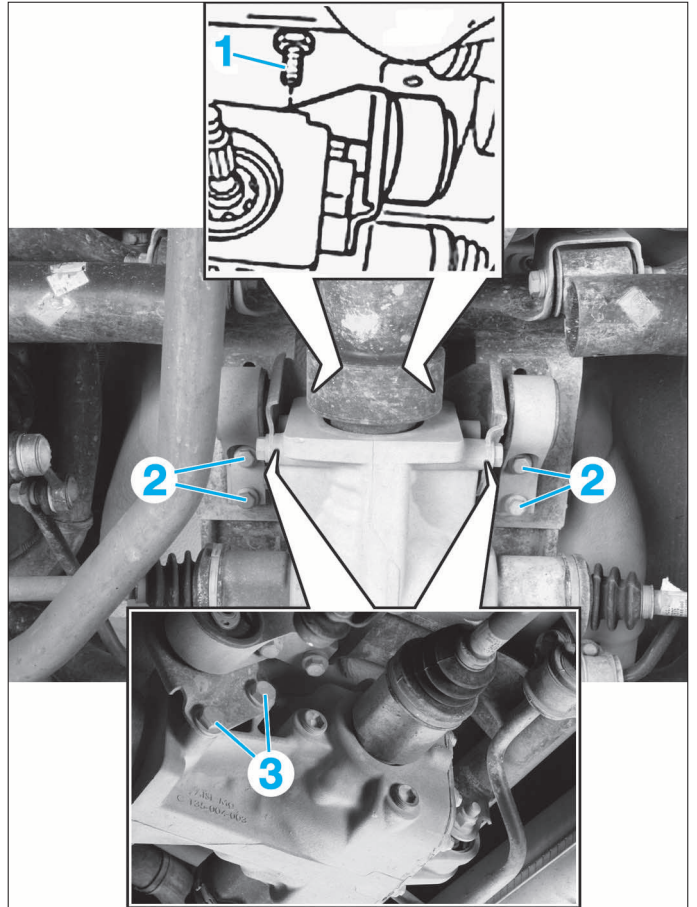

FIG. 22
- Déposer les vis de fixation (1), (2) et (3) (Fig.22).